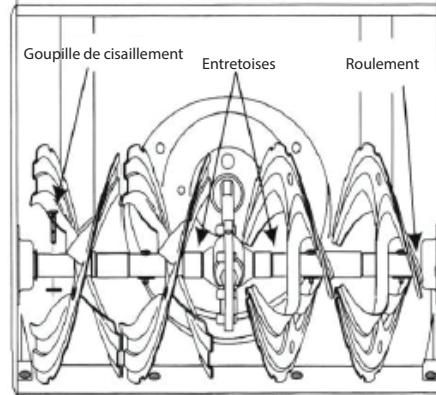

Figure 26
• La tarière est fixée à l'arbre en spirale avec deux goupilles de cisaillement et des goupilles fendues. Si la tarière heurte un corps étranger ou un embâcle, la souffleuse à neige est conçue de manière à ce que les goupilles puissent se cisailler. Voir la figure 26.